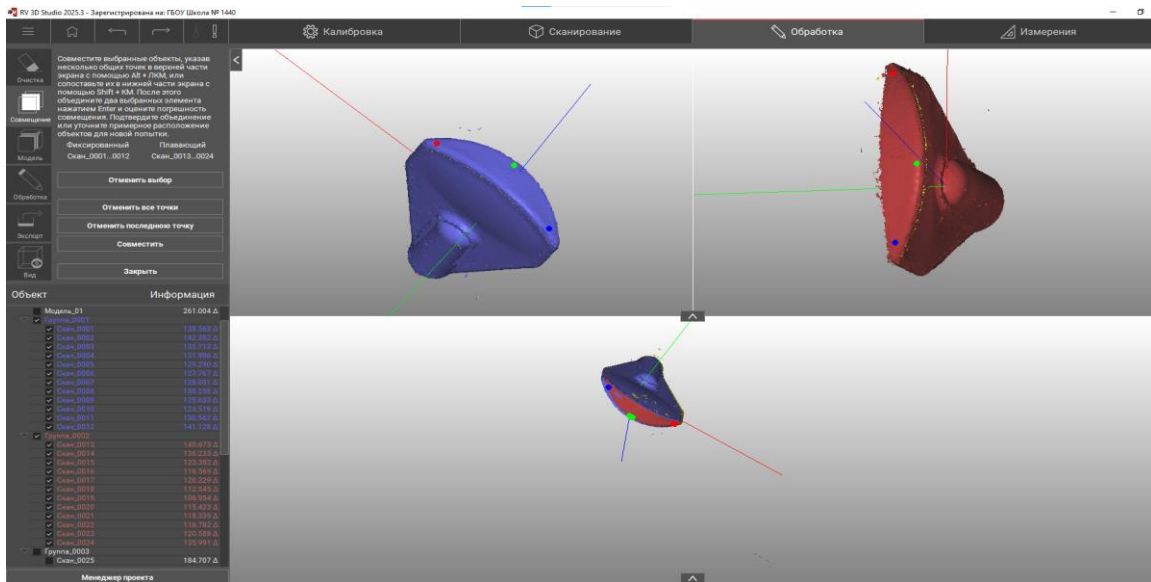

Рис. 11. Ручное совмещение групп сканов
- подтвердите выравнивание (Рис. 11);